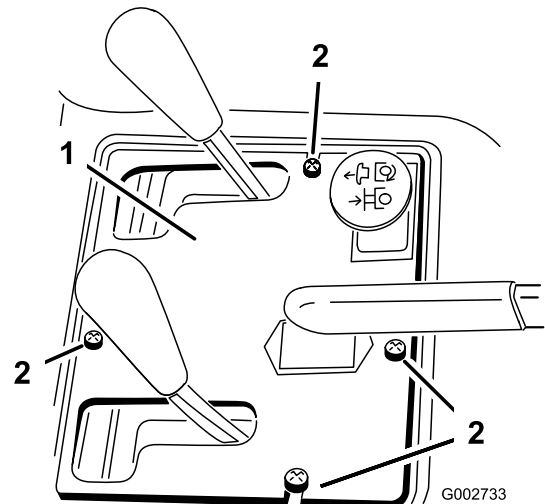

Bild 36
2. Nehmen Sie die vier Schrauben ab, mit denen das Armaturenbrett am Rahmen befestigt ist (**Bild 36**).